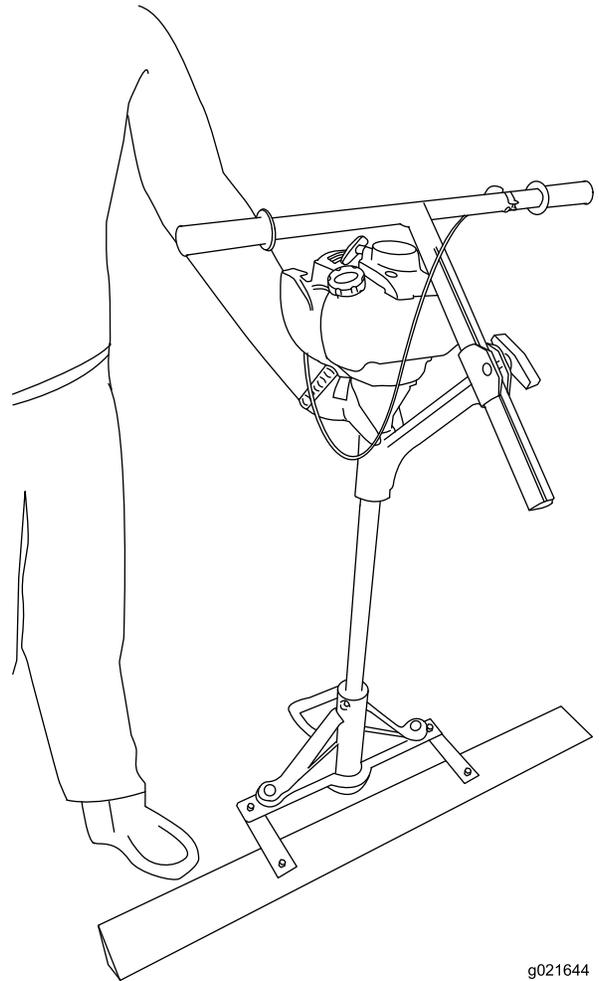

Figure 15
- Utilisez la position de remplissage pour faire le plein du réservoir d'essence (Figure 15). Tenez l'arbre de la machine d'une main ferme et préparez un bidon d'essence près de la machine. Dévissez le bouchon du réservoir de carburant sur la machine et versez le contenu du bidon dans le réservoir.
3. Réglez la machine à la position de remplissage d'essence (Figure 15).